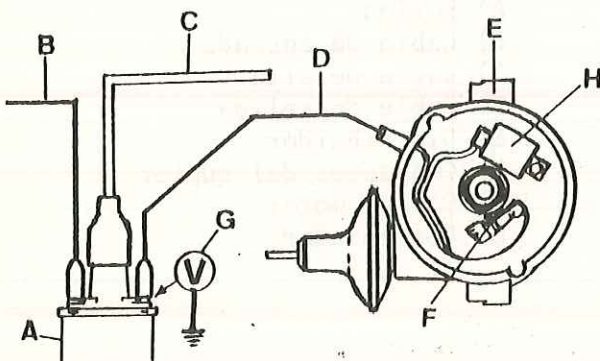

Fig. N2-2 Voltaje en el terminal de salida de la bobina
- 2.1. Conectar el cable negativo del voltímetro, G (Fig. N2-2) a masa y el positivo, al terminal de salida, B, de la bobina, A.
- 2.2. Comprobar que los contactos del ructor, F (Fig. N2-2) están abiertos.